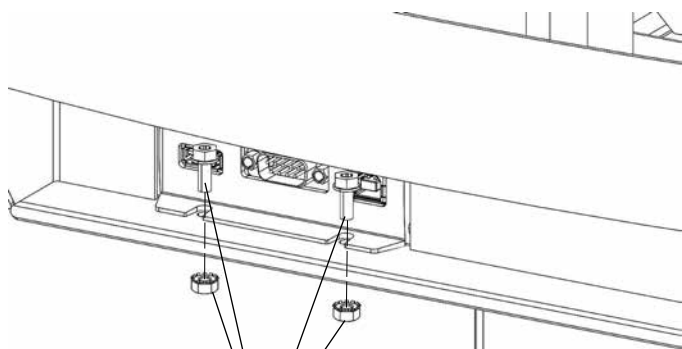

Fig: 1
3. Lossa och ta bort de två skruvarna och muttrarna på utsidan, se *fig: 1*